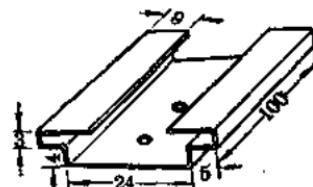

图 1
1. 底座部分：用一块宽 66 毫米，长 100 毫米厚铁皮，按图 1 形状，弯成底座，然后在底板上打两个孔。